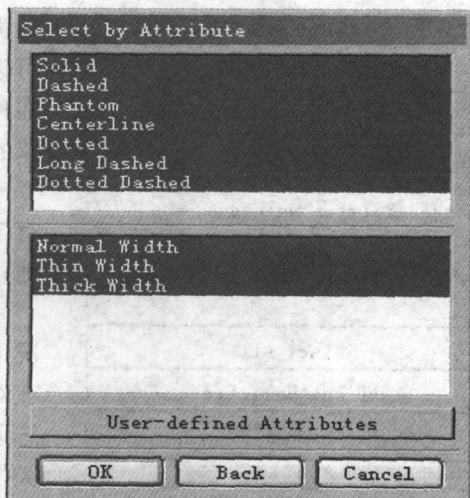

图 2-6 Other 筛选对话框
(4) 当點選 Other 筛选后, 系统将打开对话框, 如图 2-6 所示。其 Other 形式的筛选包含各种线型的筛选。通过用户的选取, 可限制系统进行筛选。对话框的最下方有一自定义属性选项, 可用于自定义筛选的属性。